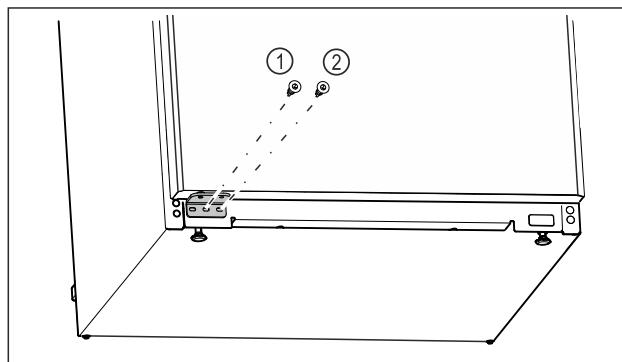

Fig. 23
- ▶ Затегнете централния винт на лагерната стойка Fig. 23 (1) с отвертка Torx 20.
- ▶ Затегнете вътрешния винт на лагерната стойка Fig. 23 (2) с отвертка Torx 20.